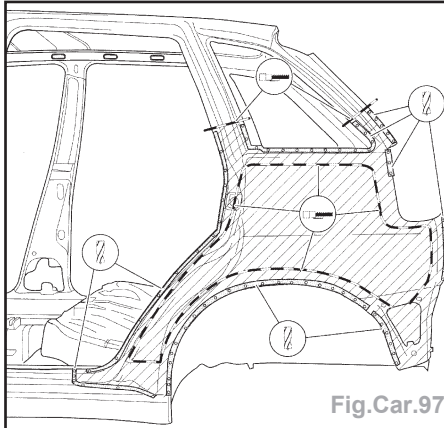

Fig.Car.97
- Faire une coupe avec une scie alternative sur la zone indiquée (Fig.Car.97).
- Éliminer les points de soudure, en utilisant le mandrin à fraise pour les points de soudure et une perceuse (Fig.Car.97 et 98).